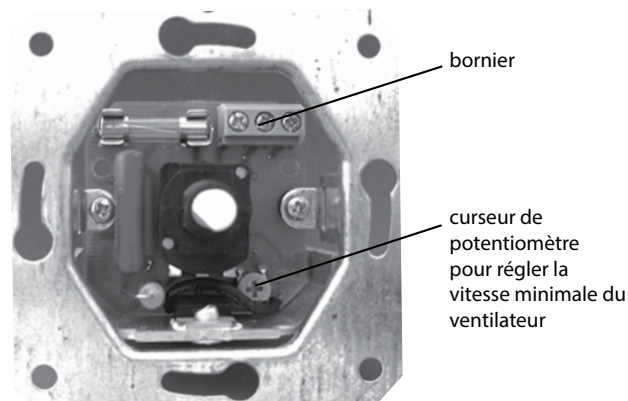

Fig. 2
- installer le régulateur dans la boîte de montage pour que le bornier (voir fig. 2) soit situé sur le dessus, et le fixer avec des vis;
- à l'aide d'un tournevis à poignée isolée, tourner le curseur du potentiomètre (voir fig. 2), en ramenant la vitesse du ventilateur au minimum;